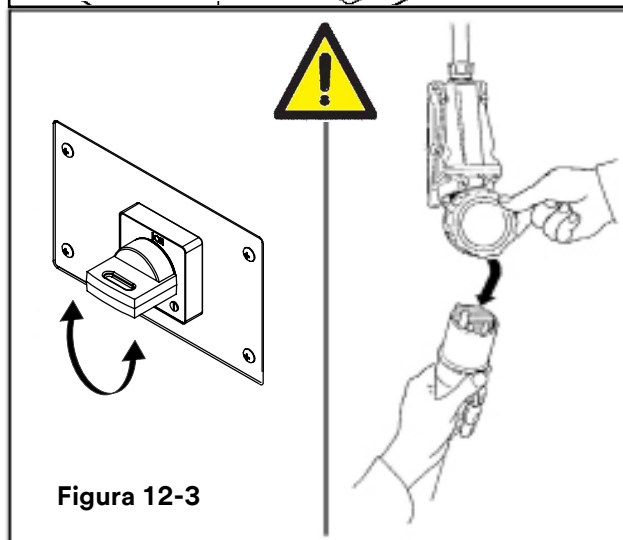

Figura 12-3
Spingere l'interruttore principale sulla posizione On (I) dopo avere rilasciato il **PULSANTE DI EMERGENZA** (Figura 12-3)
Prima di eseguire operazioni di pulizia o manutenzione arrestare la macchina premendo il pulsante OFF sull'interruttore della macchina. Scollegare l'alimentazione elettrica (**Figura 12-3**).